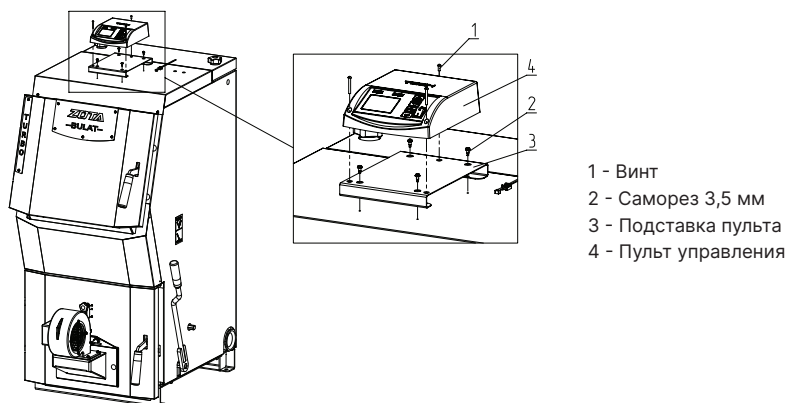

Рис.6 Установка пульта управления
- Закрепить подставку пульта (Рис.6, поз.3) саморезами (Рис.6, поз.2) на верхней части котла;
- На подставку пульта (Рис.6, поз.3) установить пульт управления (Рис.6, поз.4) и зафиксировать его винтами (Рис.6, поз.1).